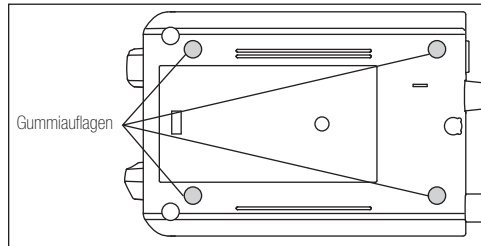

Abb.5
- 2) Bringen Sie die Gummiauflagen an, wie in Abb. 5 gezeigt.